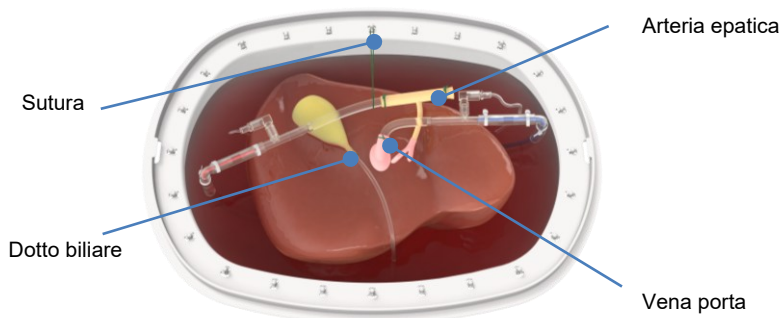

Figura 27 Incannulamento dell'arteria epatica e della vena porta
- Per collegare il fegato del donatore al Liver Assist Perfusion Set (REF: 11.401) è necessario incannulare la vena porta e l'arteria epatica (vedere la Figura 27).
- Al bordo del reservoir e della cannula è possibile fissare una sutura, per garantire il posizionamento corretto della cannula e ottenere una perfusione ottimale (vedere la Figura 27).